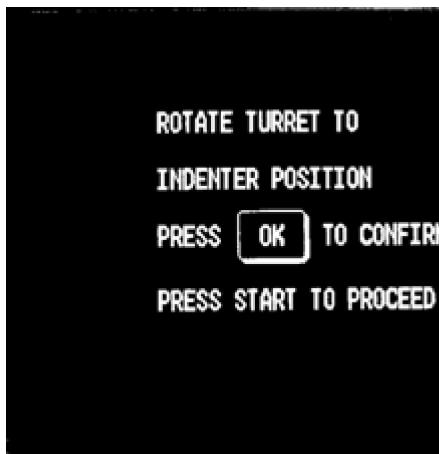
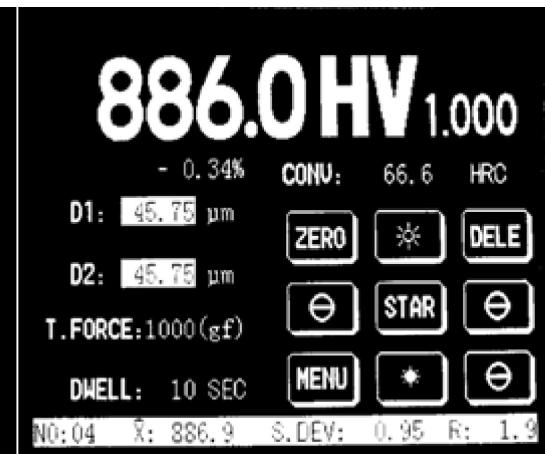

Abbildung 5-3 Nachricht
Abbildung 5-4 Prüfung abgeschlossen
Hinweis: Sollten Sie Schritt 5 vergessen haben, dann erscheint folgende Warnung: "ROTATE TURRET TO INDENTER POSITION" wie Abbildung 5-3 darstellt. Drücken Sie <OK> und drehen Sie den Eindringkörper in Position. Drücken Sie dann noch mal <STAR> um die Messung durch zu führen. (Siehe Abbildung 5-4).
8. Messen Sie die Diagonalenlänge und geben Sie diesen Wert ein. Mit <OK> bestätigen Sie die Eingabe und kehren zurück zum Hauptmenü. Der Hauptbildschirm zeigt den Härtewert an. (Siehe Abbildung 5-4). Falls Sie sich vertippt haben, können Sie auf den weißen Block D1/D2 auf dem Hauptbildschirm drücken und die Eingabe korrigieren.
- Nach dem die Prüfung abgeschlossen ist, zeigt das System Folgendes auf dem Display an (Siehe Abbildung 5-5) und das 40x-Objektiv kehrt zurück in die Arbeitsposition. Messen Sie die Diagonalenlänge und geben Sie diesen Wert ein. Drücken Sie <OK> und kehren Sie zum Hauptmenü zurück. Der Hauptbildschirm zeigt den Härtewert an. (Siehe Abbildung 5-4). Falls Sie sich vertippt haben, können Sie auf den weißen Block D1/D2 auf dem Hauptbildschirm drücken und die Eingabe korrigieren.